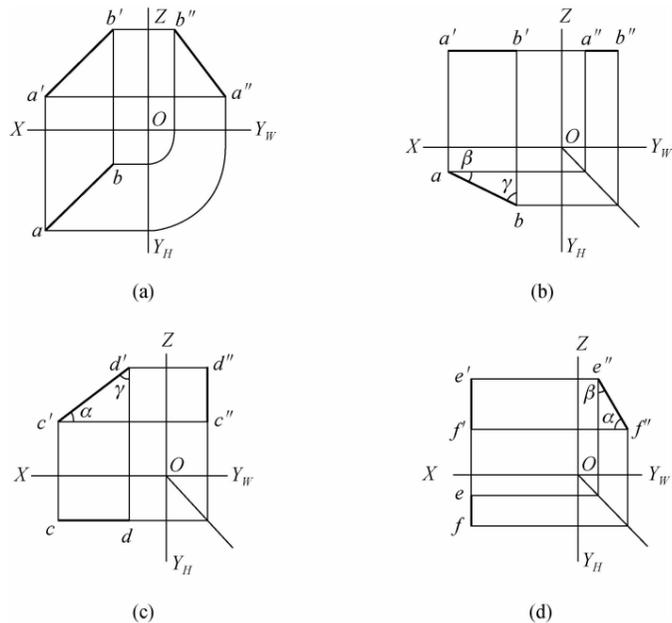

图 1-1
- 如图 1-1 所示, 下列视图中, 为正平线三面投影的是()。